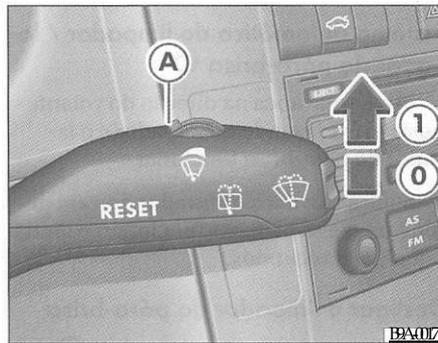

Fig. 57 Alavanca do limpador / lavador do pára-brisa: ajuste do sensor de chuva (A)
- Desloque a alavanca do limpador do pára-brisa para a posição de função temporizada 0 => fig. 57.
- Desloque a alavanca do limpador do pára-brisa da posição de função temporizada 0 => fig. 57 para a posição de repouso ©, para desligar o sensor de chuva.